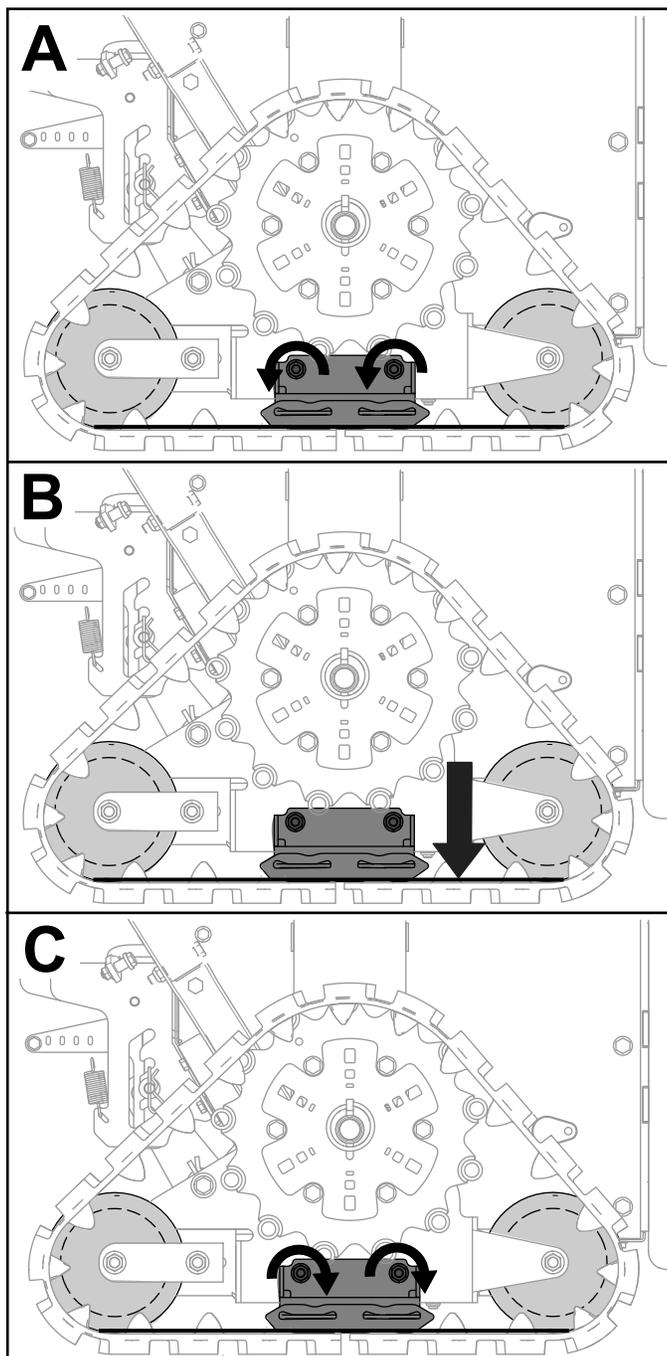

Figure 24
2. Desserrez les boulons des patins (A de Figure 24).
3. Abaissez le patin afin de le placer à la tangente des galets des chenilles avant (B de Figure 24).
4. Resserrez les boulons des patins (C de Figure 24).